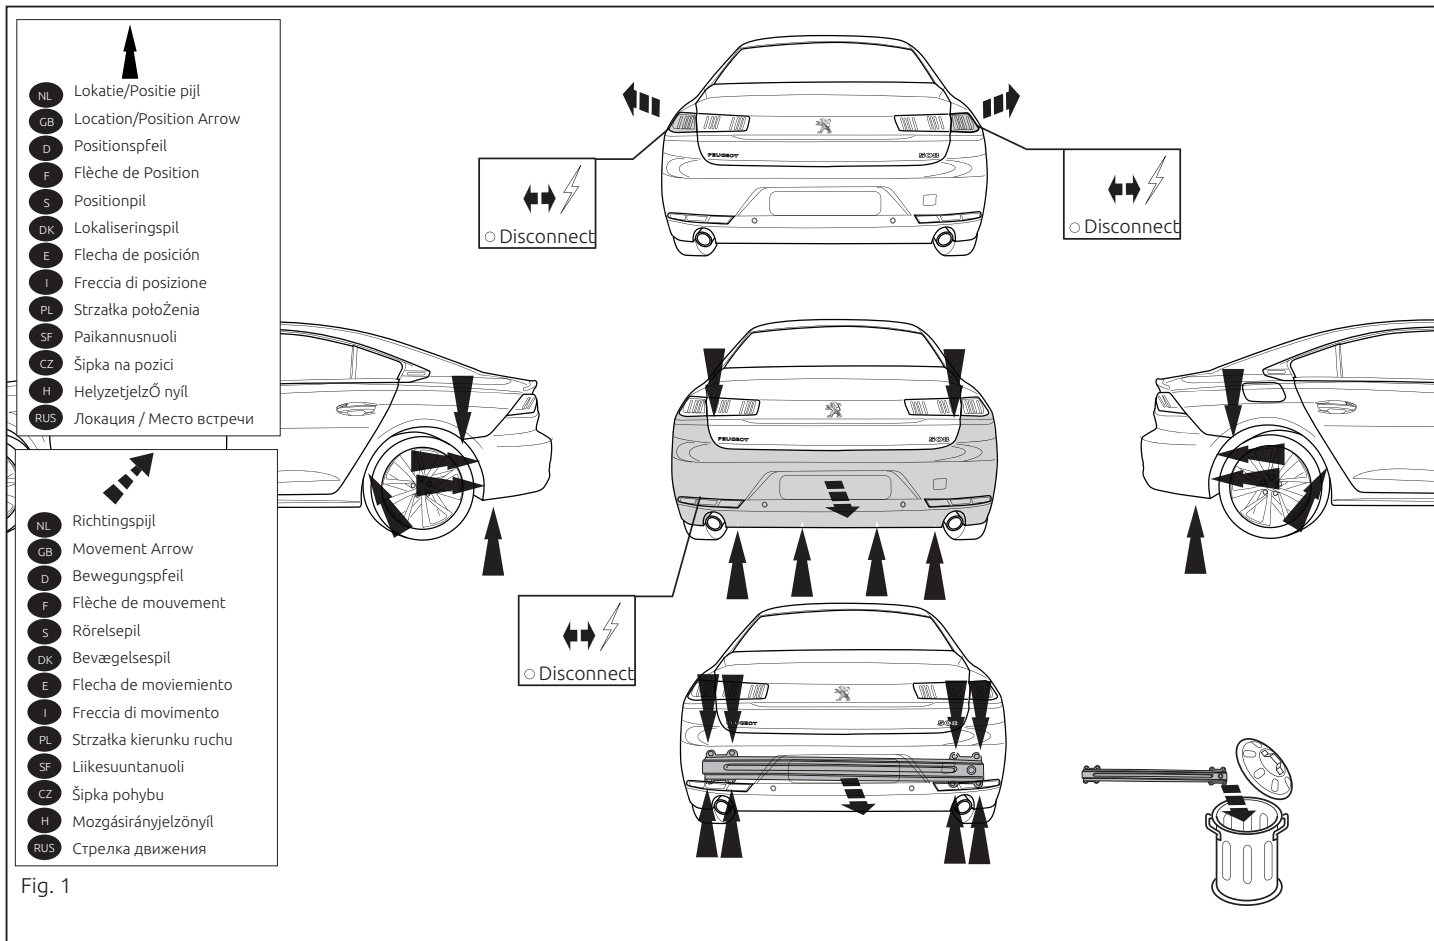

Fig. 1
1. Снять оба блока задних фар. Снять бампер вместе со буферным брусом автомобиля. Буферный брус больше не понадобится. См. рисунок 1.
8. Герметизировать обозначенные части (см. рис. 1)